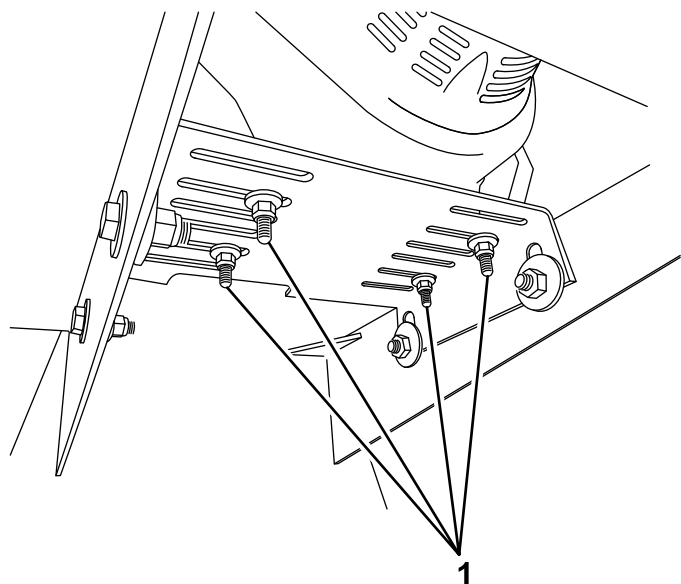

Figura 55
3. Afloje los 4 pernos y tuercas que sujetan el motor a la chapa de montaje del motor (Figura 55).
6. Apriete las cuatro tuercas y pernos de montaje a 24 Nm (18 pies-libra) (Figura 55).